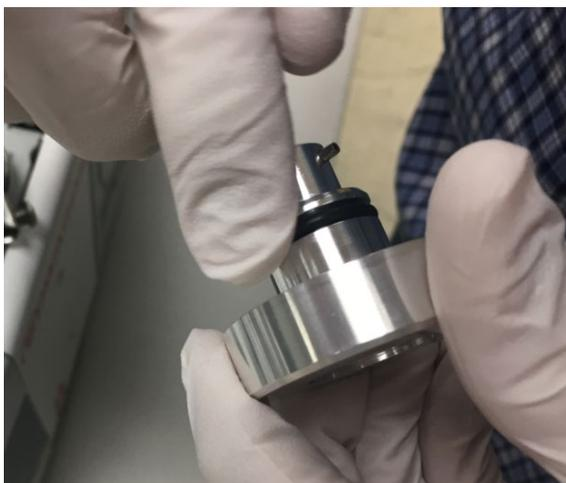

图7：为金属气镇适配器上的小 O 形环抹油
- b. 用戴手套的手指在 O 形环上涂抹少量 Apezion 真空润滑脂。如果没有 Apezion 真空润滑脂，可改用一滴真空泵油。见图 7。